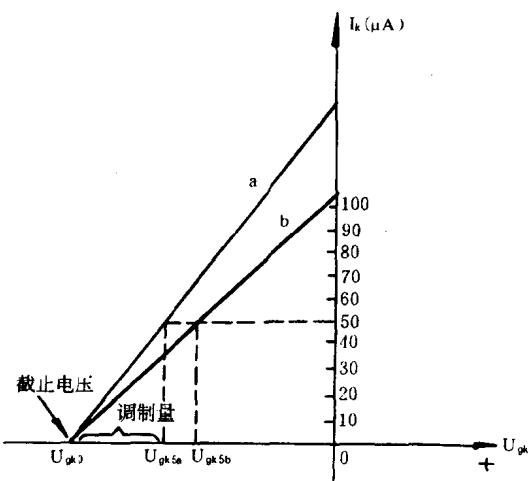

图 1.3 显象管的调制特性
(4) 棚极与阴极之间的电压:一般 35cm 显象管正常的棚—阴电压应在 25~75V 之间变化。显象管棚极电压对阴极而言应是负电压,一般电视机都固定棚极电位(即棚极接地)使之处于零电位,因此,阴极应在 +25~75V 之间变化。只要改变阴极电压的大小,便可控制阴极发射电子的能力,进而调节显象管的发光亮度。即阴极正电压越高,相当于棚极负电压越大,控制阴极发射电子的能力越强,亮度越暗;反之阴极正电压越低,相当于棚极负电压越小,控制阴极发射电子的能力越差,亮度越亮。所以电视机均采用改变显象管阴极电压的方法调节光栅亮度。
(5) 第三阳极电压:一般 35cm 显象管正常的第一阳极电压应在 0~400V 之间调节。第三阳极电压的高低与显象管发光亮度无关,它只决定聚焦的好坏,故不是显象管的发光条件。因为第三阳极电压与第一阳极和第二阳极组成电子聚焦透镜,改变第三阳极电压的大小,可以改变透镜的焦距,使电子束正好在荧光屏上聚焦。根据作者检修经验表明显象管的聚焦情况与第三阳极电压的关系为,显象管边缘聚焦随第三阳极电压升高而变好,随其电压降低而变差;中心聚焦则刚好相反,随第三阳极电压降低而变好,随其电压升高而变差。当然这是显象管的一般规律,各个显象管的最佳聚焦时的第三阳极电压各不相同,这主要与电子枪的设计和实际装配有关。因此,第三阳极电压一般用电位器调节,以达到最佳聚焦状态。在没有聚焦电位器的电视机中,一般第三阳极接地使之处于零电平,若此时显象管聚焦不好,特别是边缘聚焦不好,可将第三阳极从接地端上焊开,并可接在 12V、100V 或 400V 几种不同电压上选择,直到在聚焦最佳的电压点上焊好即可。
(6) 调制特性:显象管的调制特性虽不是显象管的发光条件,但它是衡量显象管质量好坏的重要指标。显象管的调制特性如图 1.3 所示,即显象管的棚—阴电压( $U_{gk}$ )与阴极电流( $I_k$ )之间的关系特性称为显象管的调制特性。为进一步了解显象管的调制特性,还应知道什么是显象管的棚极截止电压。我们通常把显象管阴极电流为零时的棚极负压(此时荧光屏已无光栅),
3)。从调制量的概念可以看出，显象管的调制量，是显象管荧光屏从不发光(阴流为零)到出现标准亮度的光栅(阴流为  $50\mu A$ )时，显象管的栅—阴电压变化量。可见显象管调制量小的调制灵敏度高，因为调制量小表明显象管栅—阴电压只要有一个较小的变化，或显象管阴极输入一个幅度变化较小的视频信号，便能在荧光屏上获得较大的亮度和对比度的变化，所以调制灵敏度高。在图 1.3 中分别画出两只不同显象管的调制特性 a 和 b，其中曲线 a 的调制量小，调制灵敏度高；曲线 b 的调制量大，调制灵敏度低。从图 1.3 可以看出，调制特性 a 从阴极电流为零(无光栅)上升到  $50\mu A$ (光栅上升到标准亮度)时，其栅—阴电压只要从截止电压升到  $U_{gk5a}$  即可。而调制特性 b 从阴极电流为零上升到  $50\mu A$  时，栅—阴电压需从截止电压上升到  $U_{gk5b}$ ，表明曲线 a 的调制灵敏度比曲线 b 的调制灵敏度高。当然显象管 a 的调制特性优于显象管 b。可见显象管的调制特性是衡量显象管质量优劣的重要电性能指标。